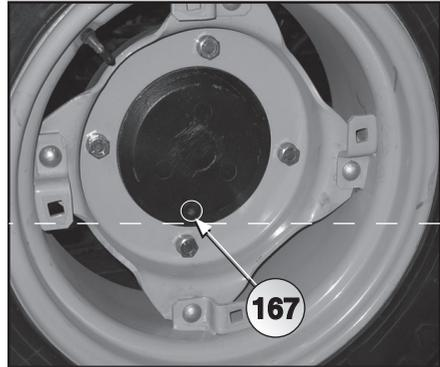
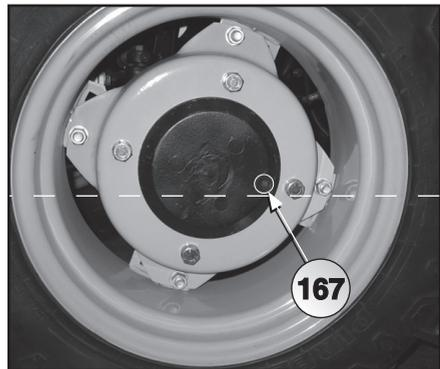

Fig. 6.42
Fig. 6.43
- placer le tracteur de manière à ce que le bouchon (167 Fig. 6.42) se retrouve dans la partie la plus basse du tracteur;
- enlever le bouchon (167) et laisser couler tout l'huile présent dans le réducteur;
- placer le tracteur de manière à ce que le bouchon (167 Fig. 6.43) se retrouve sur la ligne de l'axe horizontal du tracteur;
- remplir le carter avec de l'huile **BCS POWERLUBE W13T** (0,8 Kg tracteur version RS-RS/MT-DS) jusqu'au bord du bouchon (167);
- remettre enfin ce même bouchon (167).